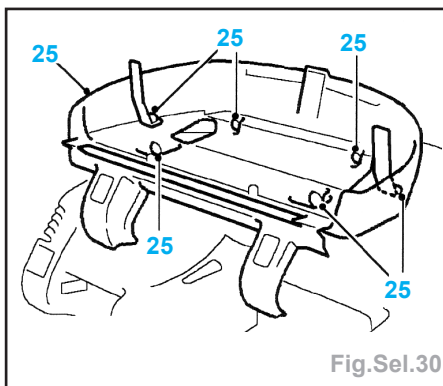

Fig.Sel.30
• les 6 vis (25) du couvercle inférieur du groupe d'instruments et déposer le couvercle (Fig.Sel.30).